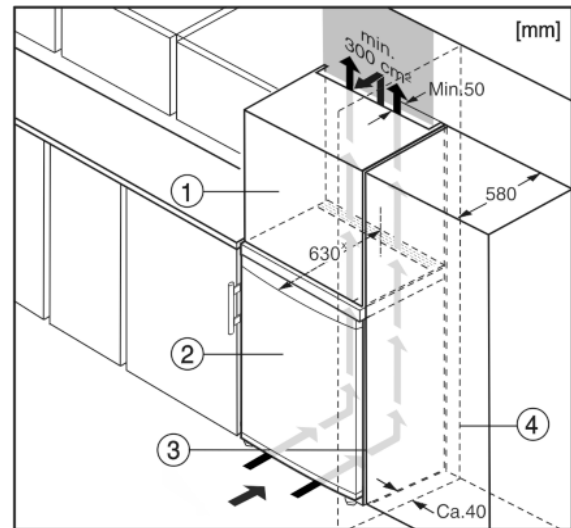

Fig. 6
- (1) Élément haut
- (2) Appareil
- (3) Placard de cuisine
- (4) Mur
L'appareil peut être entouré de meubles de cuisine. Pour adapter l'appareil Fig. 6 (2) à la hauteur des placards de cuisine intégrée, on peut placer un élément haut Fig. 6 (1) au-dessus de l'appareil.*
Lors de la transformation avec des placards de cuisine (profondeur max. 580 mm), l'appareil peut être placé directement à côté du placard de cuisine Fig. 6 (3). L'appareil dépasse latéralement de 34 mm* et de 50 mm* au centre de l'appareil par rapport à la face avant du placard de cuisine.*
Si l'appareil est installé avec les charnières à côté d'un mur Fig. 6 (4), la distance entre l'appareil et le mur doit être de 40 mm min. Ceci correspond à la saillie de la poignée lorsque la porte est ouverte.